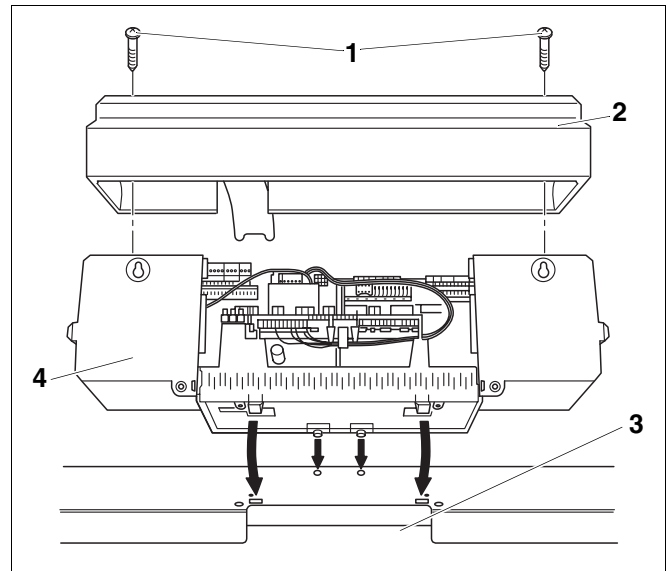
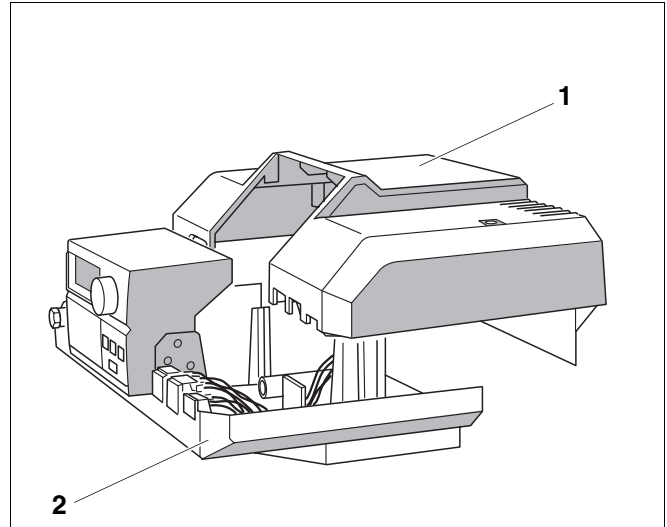

Abb. 14 Regelsystem Logamatic 4000 öffnen und aufsetzen
Abb. 21 Klemmenabdeckhaube aufsetzen
- Die beiden Schrauben (Abb. 14, **Pos. 1**) von oben aus der Klemmenabdeckhaube (Abb. 14, **Pos. 2**) herausdrehen und Haube abnehmen.
- Regelgerät leicht nach vorne kippen und so aufsetzen, dass sich die Einschiebehaken vorne in die ovalen Bohrungen einführen. Regelgerät nach vorne schieben und hinten abkippen, bis die beiden elastischen Haken rechts und links einrasten (Pfeile - Abb. 14).
- Kapillarrohrleitung durch den Kabeldurchgang (Abb. 14, **Pos. 3**) führen und auf Bedarfslänge abrollen.
- Klemmenabdeckhaube (Abb. 21, **Pos. 1** und Abb. 14, Seite 32, **Pos. 2**) aufsetzen und am Regelgerät (Abb. 21, **Pos. 2** und Abb. 14, Seite 32, **Pos. 4**) festschrauben.